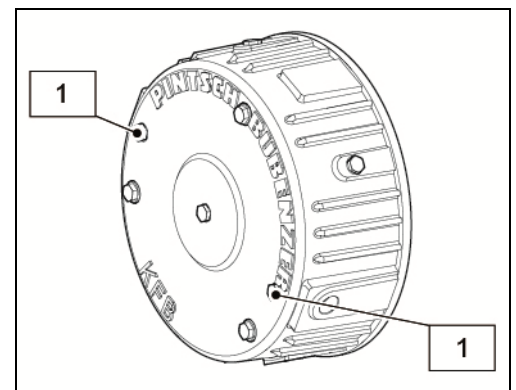

Abb. 22: Verschlusschrauben
- Die beiden Verschlusschrauben (1, siehe Abb. 22) zusammen mit neuen Dichtringen wieder einsetzen.